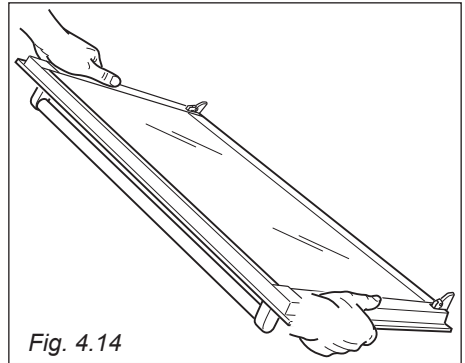

Fig. 4.14
- Hold the door firmly (fig. 4.14).